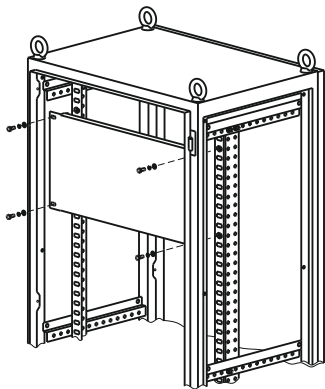

Рисунок 6
4.5.1 Закрепите уголки вертикальные в соответствии с 4.3, установите гайки кузовные М6 в передние прямоугольные отверстия уголков вертикальных в количестве и в местах, соответствующих расположению монтажной панели (рисунок 6).
4.5.2 Приложите монтажную панель к уголкам вертикальным и закрепите болтами М6х16 с шайбой и шайбой пружинной (рисунок 6). Момент затяжки – 5 Н·м.